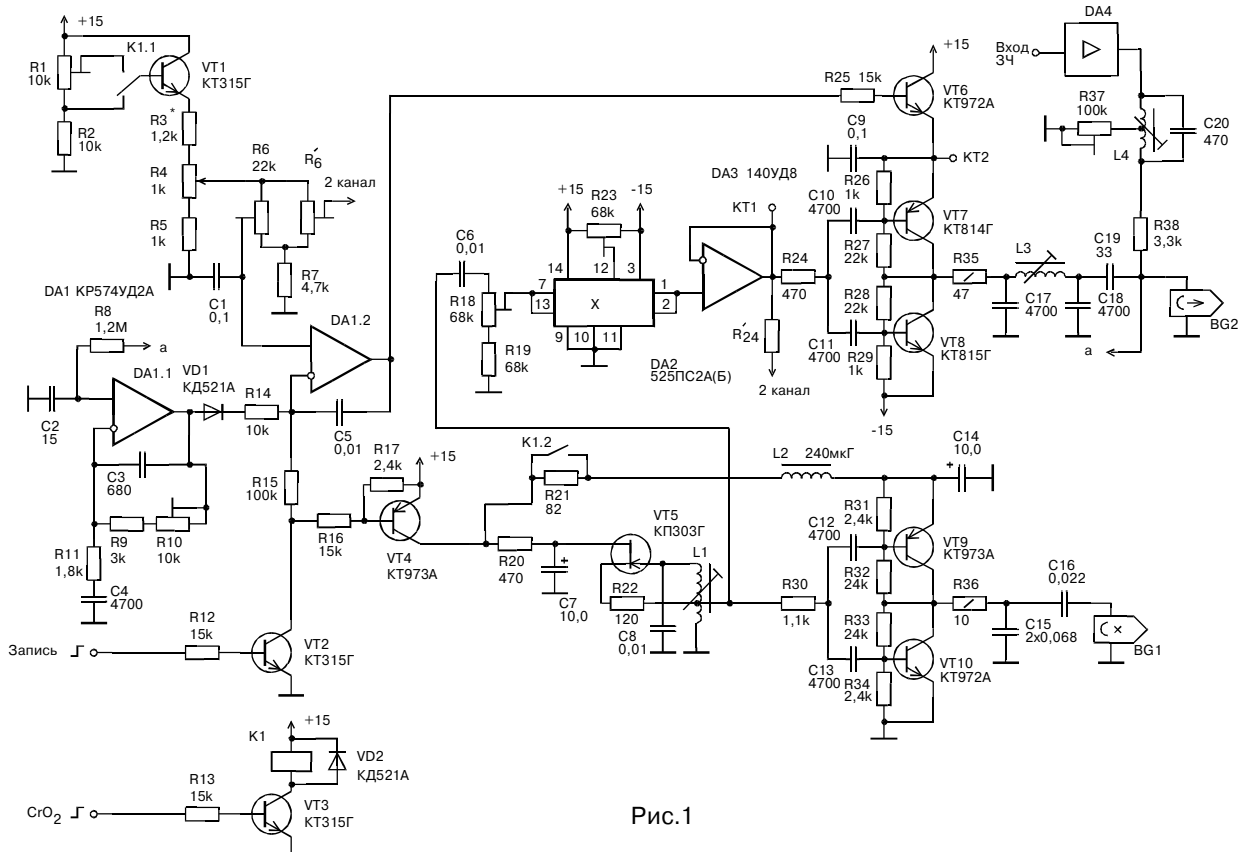

Рис. 1
**Схема** блока ГСП представлена на рис. 1. Задающий генератор собран на транзисторе VT5 по схеме индуктивной трехточки и вырабатывает синусоидальный сигнал частотой 50 кГц с малым уровнем гармоник. Этот сигнал (порядка 3В) поступает на усилитель стирания, выполненный по двухтактной бестрансформаторной схеме. Необходимый ток стирания получается благодаря частичному включению колебательного контура, образованного индуктивностью стирающей головки BG1 и конденсаторами C15 C16. Резистор R36 ограничивает максимальный ток стирания, когда цепь стирающей головки не
С выхода задающего генератора сигнал частотой 50 кГц поступает на вход аналогового перемножителя DA2. При этом на выходе DA2 получается напряжение удвоенной частоты - 100 кГц. Цепи балансировки DA2 можно существенно упростить, оставив для этой цели лишь один подстроечный элемент - R23. Так как усилитель подмагничивания (УП, транзисторы VT7, VT8) имеет относительно низкое входное сопротивление, а внутренний ОУ DA2 имеет недостаточную мощность, после перемножителя DA2 применен повторитель на ОУ DA3. Второй канал подмагничивания на схеме рис. 1 не показан, так как он полностью идентичен первому.
При трассировке печатной платы ГСП детали удобнее располагать в той последовательности, в какой они показаны на принципиальной схеме. При этом ОУ DA1 необходимо расположить подальше от усилителей стирания и подмагничивания, а точки «а» (рис. 1) соединяются короткими отрезками экранированного кабеля, чтобы избежать «левых» наводок на этот провод, нарушающих нормальную работу САДП.